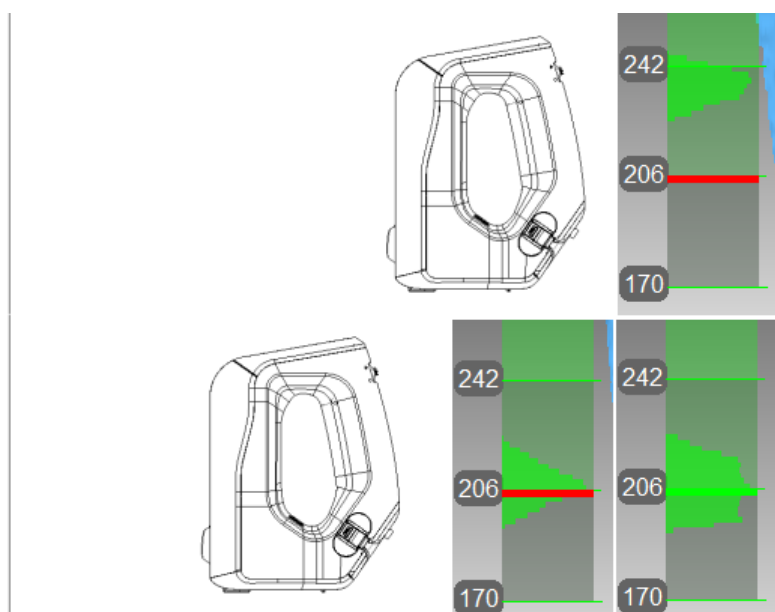

Рис. 11.4: Положение сканера Artec Spider и соответствующее расстояние на дальноремере
7. Плавное переместите сканер по направлению к плоской поверхности так, чтобы пик гистограммы совпал с красной меткой на дальномере (см. *Рис. 11.4*).